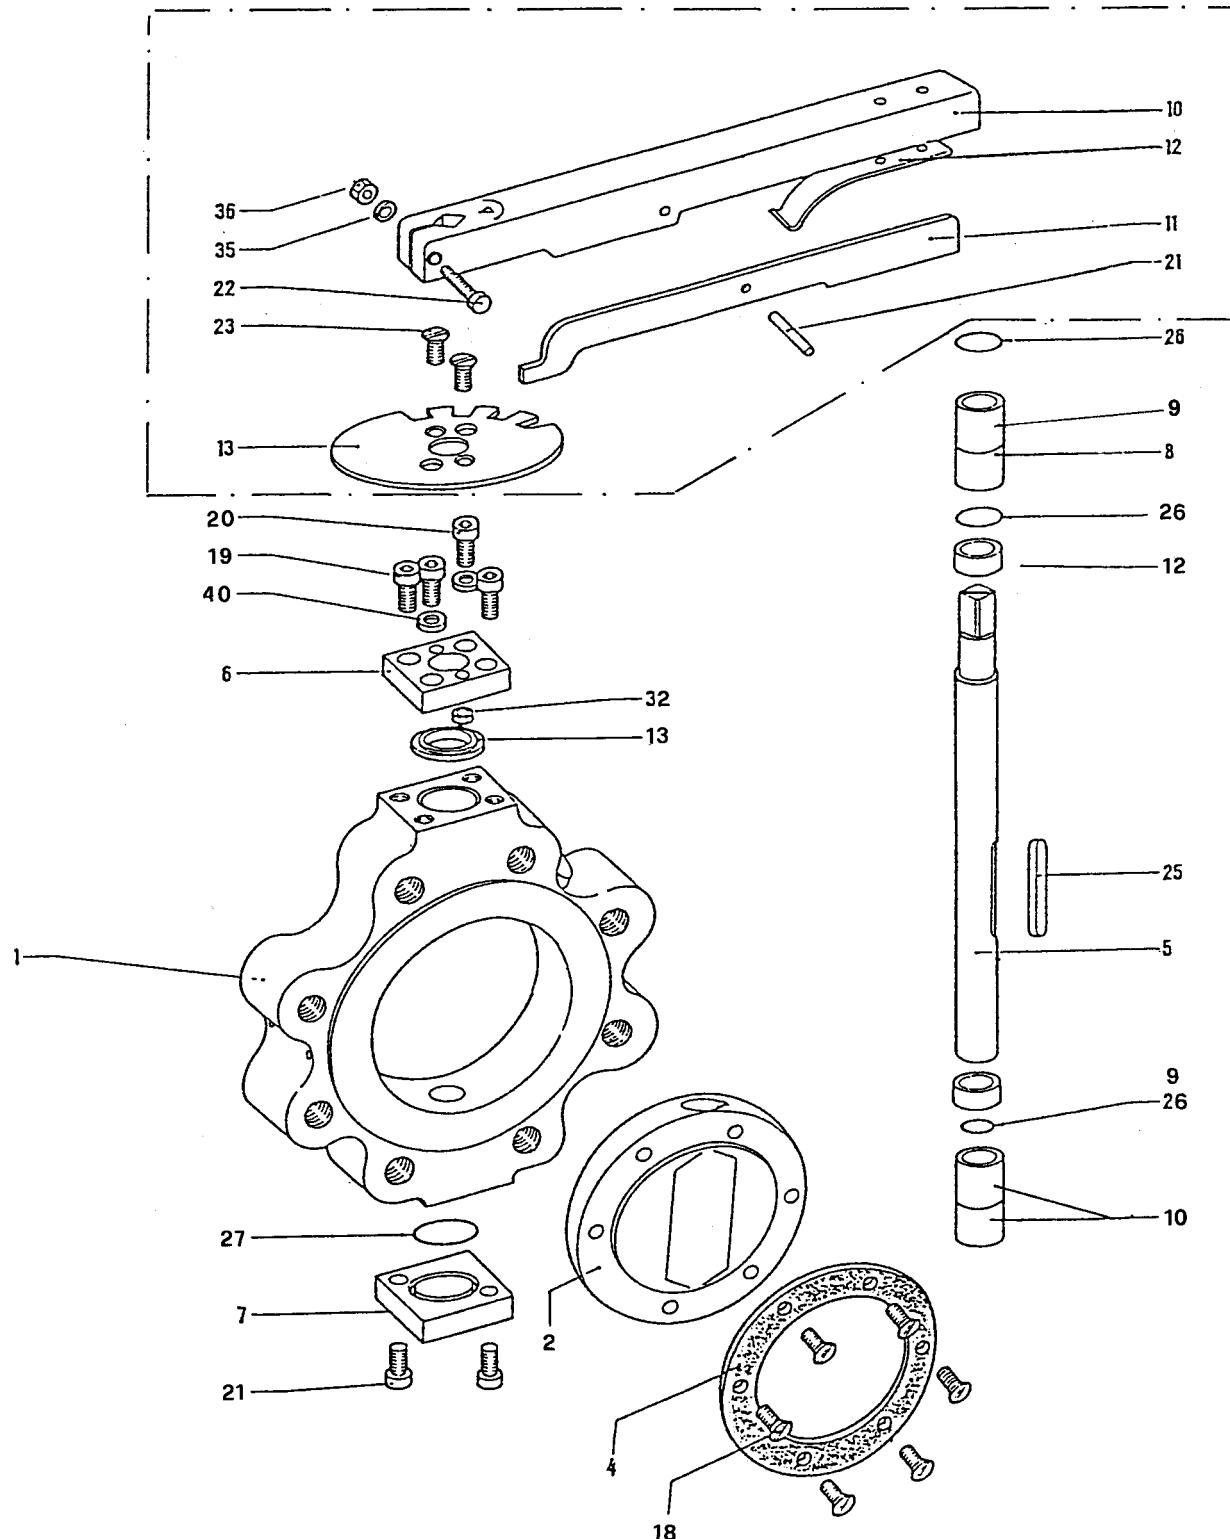

fig. 2
Per effettuare la sostituzione degli anelli di tenuta OR posti sull'albero e la guarnizione armata di tenuta posti sulla farfalla: si dovrà procedere allo smontaggio della valvola nel seguente modo (rif. fig. 2)
Pur remplacer les bagues d'étanchéité OR placées sur la tige et les garnitures armée d'étanchéité placées sur le papillon, on devra démonter la vanne de la façon suivante (réf. fig. 2 et 3):
In order to substitute the OR placed on the shaft and reinforced seal rings placed on the butterfly, it is necessary to disassemble the valve in the following way (ref. fig. 2 & 3)
La leva di manovra (10) fig. 2 per motivi di ingombro, viene fornita smontata e fornita a corredo della valvola.
Le levier de manoeuvre (10) fig. 2, à cause de son encombrement, est fourni démonté et avec la vanne.
De plus, le levier de manoeuvre et le disque de positionnement, en cas de nécessité, peuvent pivoter de 180°, ainsi que la vanne insérée dans la tubulure; pour effectuer cette opération, procéder de la façon suivante (fig. 2): dévisser les vis (23), ôter le disque
The operating lever (10), fig. 2 due to its dimensions, is supplied disassembled and with the valve.
Besides, the operating lever and the positioning plate, in case it is needed, may be rotated of 180°, even after the valve has been inserted on the piping. In order to achieve this, please proceed as follows (fig. 2)
Per eseguirlo procedere come segue fig. 2: